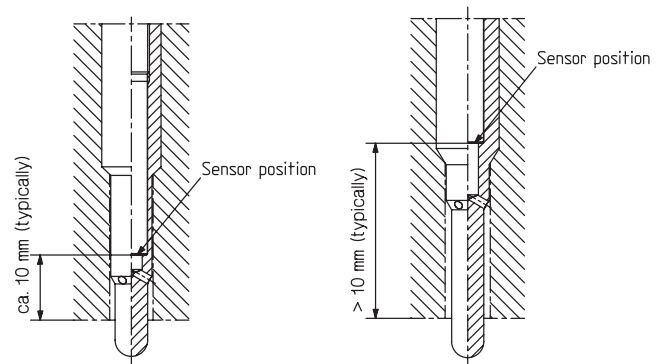

Fig. 1: A gauche, position typique d'un capteur miniature pour des études fines. A droite, position favorable thermiquement pour un usage de longue durée
1) Capteur en retrait, voir fig. 1 à droite